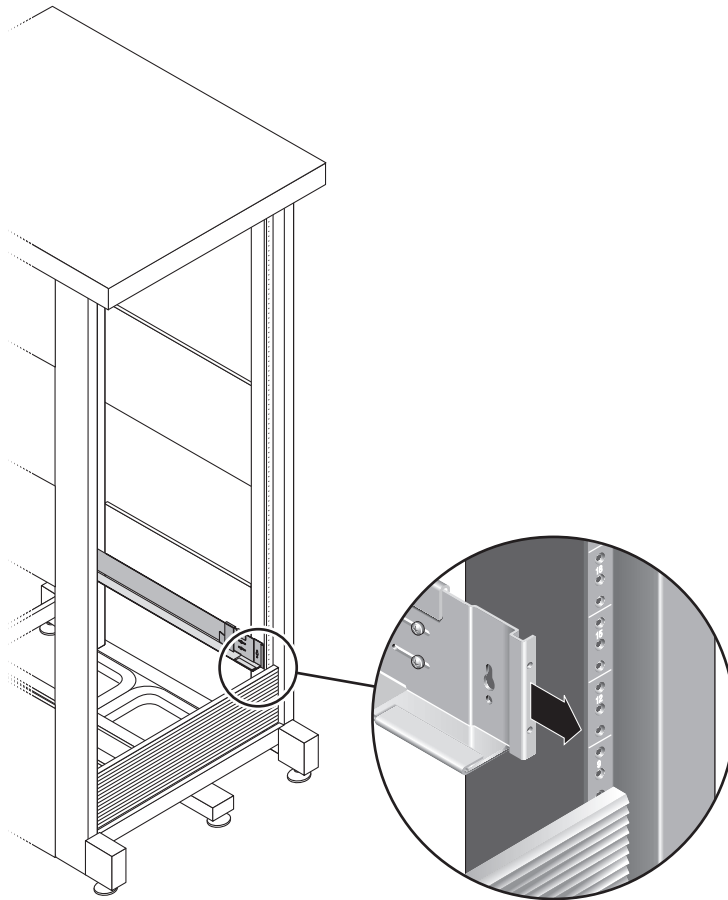

FIGURE 2-10 Réglage de la longueur du rail gauche à l'arrière de l'armoire
6. À l'arrière de l'armoire, réglez la longueur de chaque rail comme nécessaire pour qu'il tienne dans l'armoire et placez la bride du rail sur le rail vertical (FIGURE 2-10).